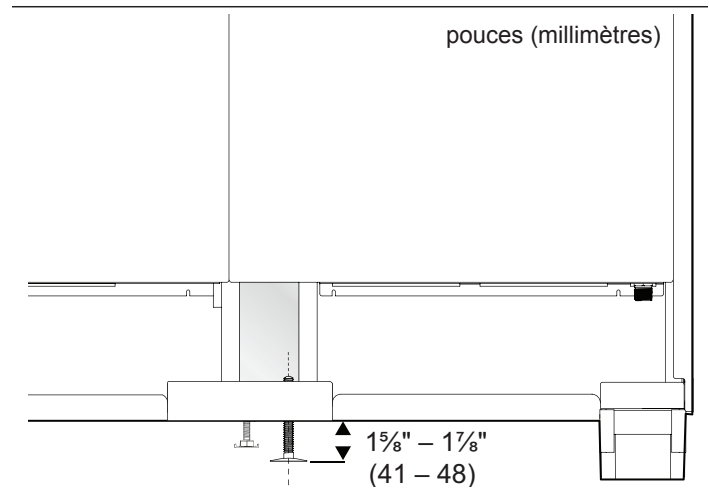

Figura 8: Tuerca hexagonal
1. Insertar el perno antivuelco de 2 1/4" (57 mm) en el fondo del agujero dejado por el perno central trasero de la paleta (*Figura 8*).
2. Apretar con los dedos la tuerca hexagonal de 7/16" (11 mm) sobre el perno antivuelco. Dejar un espacio libre de 1 5/8" – 1 7/8" (41 – 48 mm) para la cabeza del perno antivuelco para que se deslice en la placa de fijación antivuelco una vez que la estufa se empuje a su lugar. (*Figura 8*).